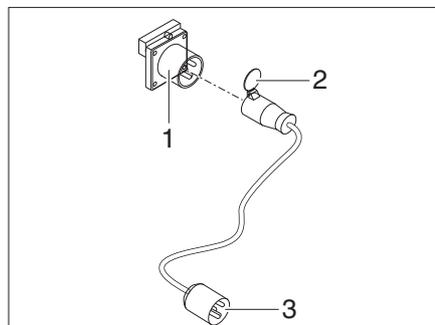

Bild 188 Anschlussmöglichkeiten 400-V-Anschluss
- Verschluss (Bild 188,2) des CEE 32 A Anschlusskabel aufklappen.
- Stecker in die 400-V-Steckdose (Bild 188,1) des Caravans einstecken.
- Stecker (Bild 188,3) in die Steckdose der 400-V-Stromversorgungseinrichtung am Stellplatz einstecken.